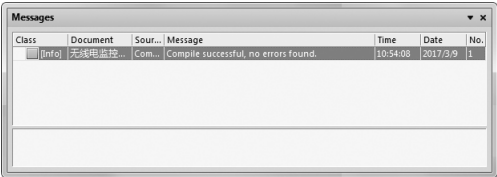

图 8-46 “Message”（信息）面板
(1) 打开电路原理图文件，选择菜单栏中的“工程”→“Compile PCB Project 窃听器电路.PrjPCB”（编译项目文件），系统编译设计项目。编译结束后，打开“Message”（信息）面板，如图 8-46 所示。查看有无错误信息，若有，则修改电路原路图。